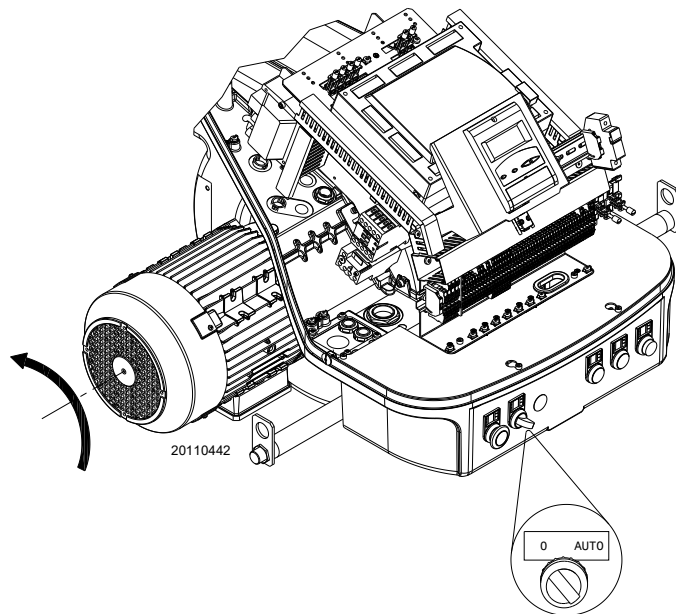

Abb. 26
Die Thermostate / Druckwächter schließen und den Schalter von Abb. 26 in die Position „AUTO“ stellen.
Sollten sie auf das Anliegen von Spannung hinweisen, muss der Brenner **sofort** gestoppt und die elektrischen Verbindungen müssen überprüft werden. Beim Anlaufen des Brenners die Drehrichtung des Motors überprüfen, siehe dazu Abb. 26.
- Den Schalter auf Abb. 26 auf „0“ stellen und warten, bis das Steuergerät die Abschaltphase ausführt;
- durch Abnahme der Verkleidung und Betätigung des Schalters „**0-AUTO**“ in (Abb. 26 auf Seite 29).